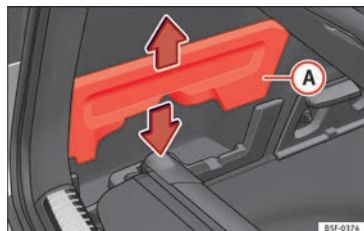

Fig. 122 No porta-bagagens: alojamento para guardar a chapeleira.
- Retire as tampas » **Fig. 122** (A) esquerda e direita.